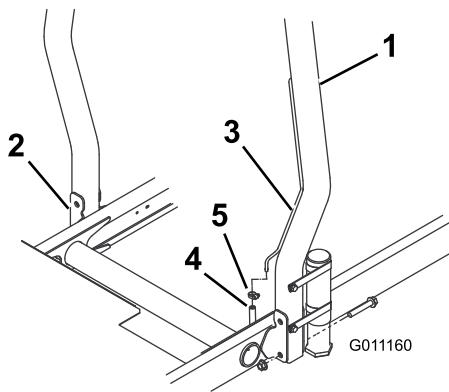

Figura 8
1. Abbassate il roll bar sopra le staffe di montaggio del trattorino, allineandolo ai fori di montaggio. Assicuratevi che il tubo di sfiato si trovi sul lato sinistro della macchina (Figura 8).
2. Fissate ogni lato del roll bar alle staffe di montaggio con due bulloni a testa flangiata e due dadi di bloccaggio (Figura 8). Serrate i fermi a 81 N·m.